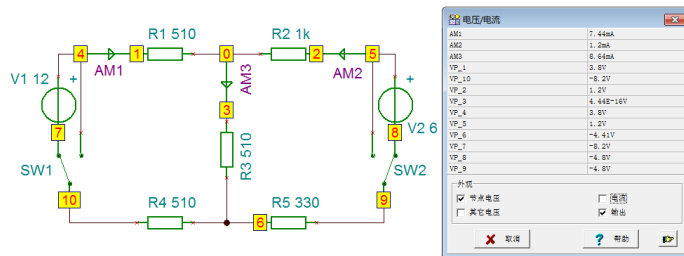

图 61 电压源 V1 和 V2 同时接入时的直流电压/电流结果表
③ 电压源 V1 和 V2 同时接入的电路直流分析结果：执行【分析|直流分析|直流结果表】菜单命令，电路图编辑窗口如图 61 所示显示直流电压/电流结果表。